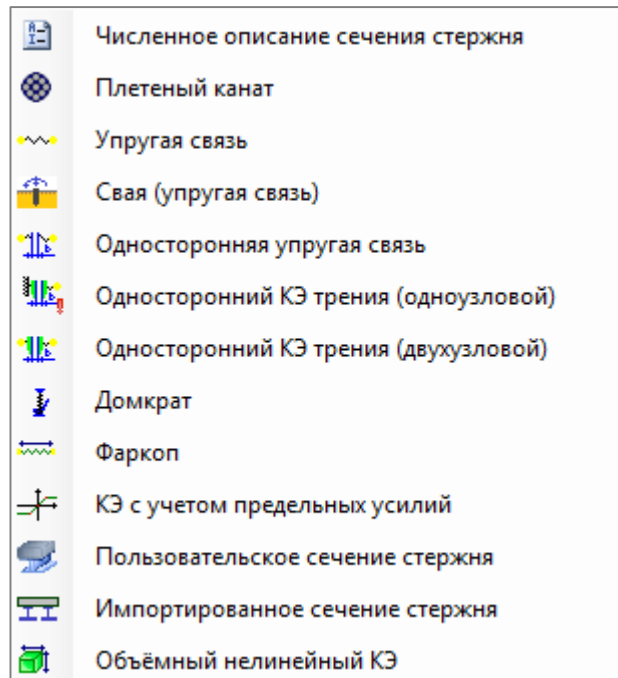

Рис. 2.346. Список специальных сечений
• **Специальные сечения** (кнопка **Специальные сечения** ▾). В списке **Специальные сечения** приведены стандартные типы специальных сечений (рис. 2.346). Переход к необходимому типу специального сечения осуществляется щелчком мыши по выбранному элементу списка.